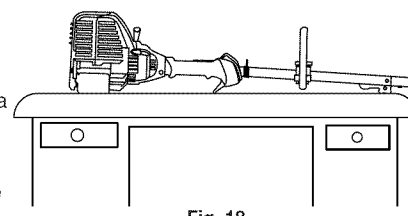

Fig. 18
- Coloque el motor sobre una superficie plana y nivelada, con el protector de la cabeza de corte colgando de un banco o mesa de trabajo para obtener una lectura adecuada del nivel de aceite (Fig. 18).